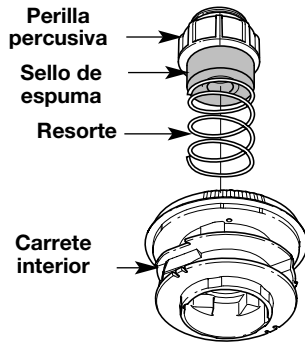

Fig. 22
1. Saque la perilla percusiva, el resorte y el sello de espuma girando la perilla percusiva en sentido antihorario (Fig. 22).
- Sostenga el carrete interior en su lugar e instale la botón de tope, el resorte y el sello de espuma presionando y girando la botón de tope en sentido horario. Tome los extremos y tire con firmeza para soltar la línea de las ranuras de fijación en el carrete interior (Fig. 22).
- Saque la botón de tope, el resorte y el sello de espuma (Fig. 22).